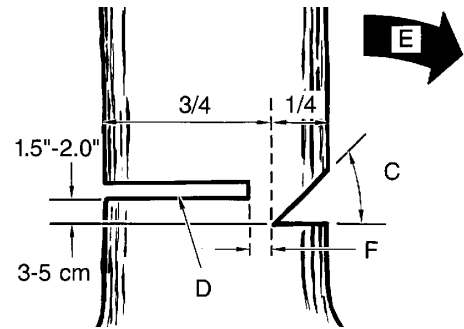

Fig. 9
Realice el corte de talado (D) desde la otra parte del árbol y 3-5cm (1.5 - 2.0 pulgadas) arriba del borde de la ranura (C) (Fig. 9).